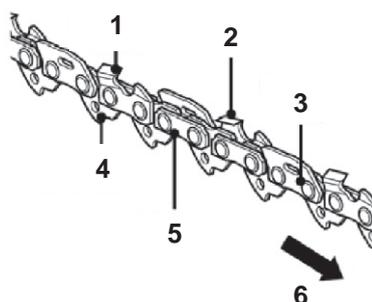

Fig. 28a
- La différence de hauteur entre la dent et la strie représente la profondeur de coupe. Lors de l'affûtage de la chaîne (D6), garder à l'esprit les points suivants (voir Fig. 28a).